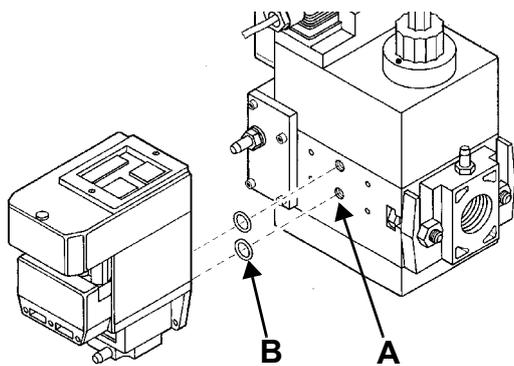
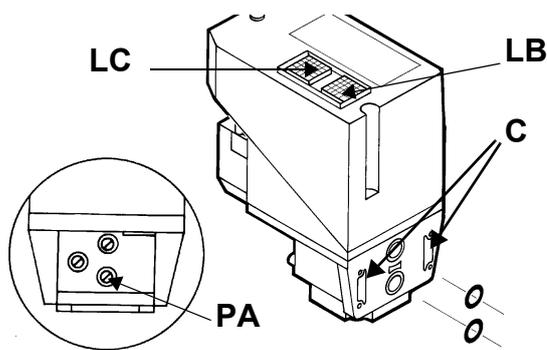

Рис. 18
Рис. 19
- 2). снять крепежные винты группы Multibloc (Рис. 18-А)
- 3). вставить уплотнительные кольца (10,5x2,25) в VPS 504 (Рис. 19-В, Рис. 18-В)
- 4). закрутить 4 винта блока контроля герметичности (М4х16) Рис. 18-С.
Для проверки работы, подсоединить манометр к штуцеру для отбора давления **PA** (Рис. 19). Если проверка завершилась положительно, через несколько секунд загорится жёлтая лампочка **LC**. В противном случае загорится красная лампочка блокировки **LB**. Чтобы перезапустить горелку, необходимо разблокировать блок управления нажатием на светящуюся кнопку **LB**.